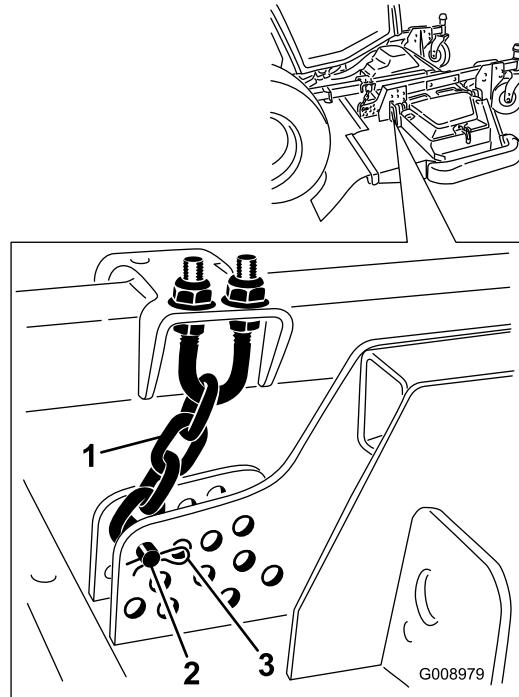

図 91
4. 刈高チェーンを刈り込みデッキ後部に固定しているヘアピンコッターとクレビスピンドルを取り外す**図 91**。